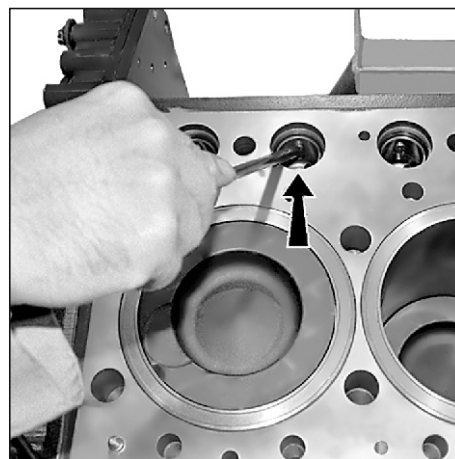

Рис. 31. Снятие толкателей.
4. Снять толкатели в сборе (650.1007180) (см. **Рис. 31**).